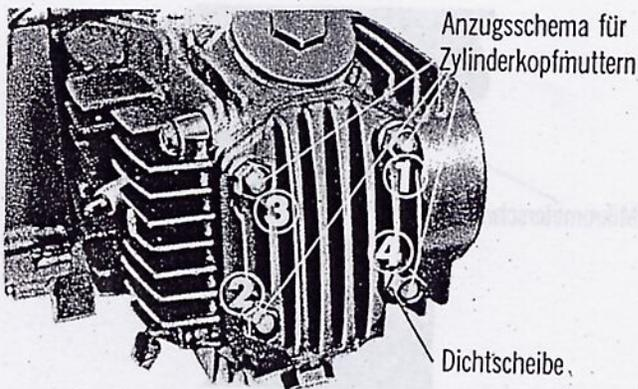

Abbildung 30
3. Die Muttern (1), (2) und (3) am Zylinderkopf sind Hutmutter. Die Mutter (4) ist eine Sechskantmutter. Bei der Mutter (4) darf die Dichtscheibe nicht vergessen werden. (Abbildung 30)
4. Beim Festziehen des Zylinderkopfes müssen die Muttern gleichmäßig diagonal festgezogen werden, wie dies die Abbildung 30 zeigt. Das Anzugsdrehmoment beträgt 0,9 bis 1,2 mkp.